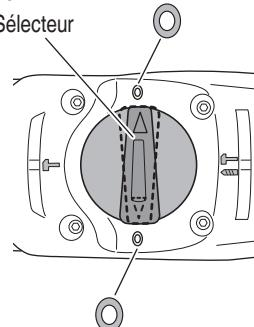

Fig. 9
- (2) Pour fixer la position de travail d'outils tels que ciseau à froid, etc.
- (a) Tournez le levier du sélecteur. Alignez ▲ du levier du sélecteur et O du couvercle de la manivelle comme illustré à la Fig. 9.